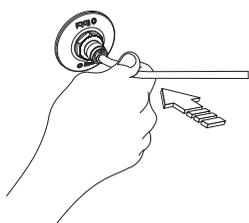

Fig. 06
- Conecte uma extremidade da mangueira na conexão niple (Fig.06).